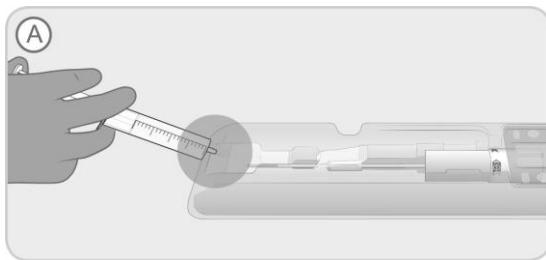

Abbildung 2. Füllen der Schalenmulde mit nicht heparinisierter Kochsalzlösung.
- A. Die Schale flach im sterilen Vorbereitungsbereich ablegen und die Mulde am Ende der Schale (auf der Schale mit „A“ bezeichnet) mit steriler, nicht heparinisierter Kochsalzlösung (circa 20 cm³) füllen, um das Implantat einzutauchen (siehe Abbildung 2).